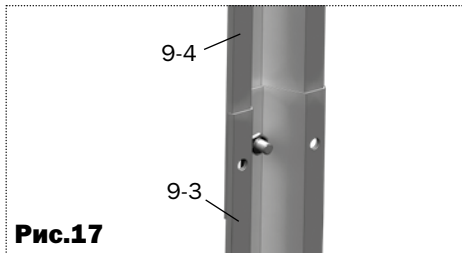
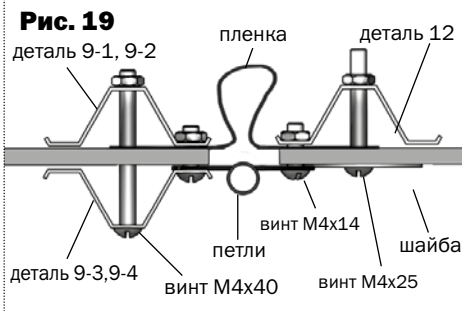
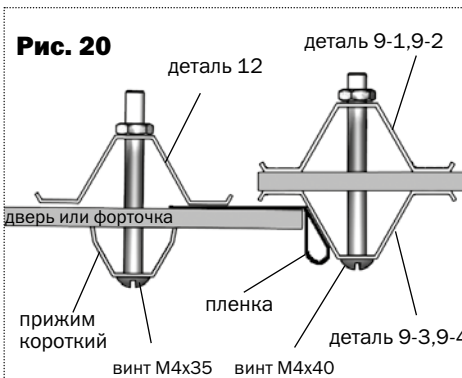

Рис.17
Рис.19
Рис.20
4. Состыкуйте детали **9-3** и **9-4** (**рис.17**) и установите их в соответствии с **рис.19**. Прижмите куски поликарбоната по краям со стороны двери и форточки накладками **9-3**, **9-4** (**рис.19**), оставляя отверстия под вертушки. Вырежьте куски покрытия для установки над дверными проемами и под дверными проемами, установите их, закрепив шайбами (**рис.21**) на детали **10**.
6. Закрепите куски покрытия на форточке и двери по стороне навеса петель шайбами (**рис.19**), а по другим сторонам - прижимами (**рис.20**), предварительно закрыв соты (оклеив их скотчем). По сторонам, противоположным петлям покрытие должно выступать за каркас на 15 мм (**рис.20**). Петли накладываются поверх поликарбоната и при затягивании винтов поликарбонат под петлями сминается.
7. Щели в дверном проеме закрываются полиэтиленовой пленкой (**рис.19, 20**).